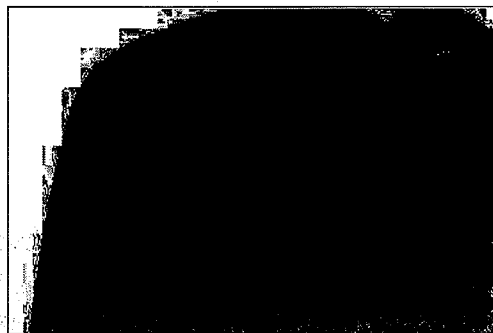

Figura 31
4. Compruebe que la tapa del depósito de recuperación esté en su lugar y que esté ajustada (consulte la figura 31).